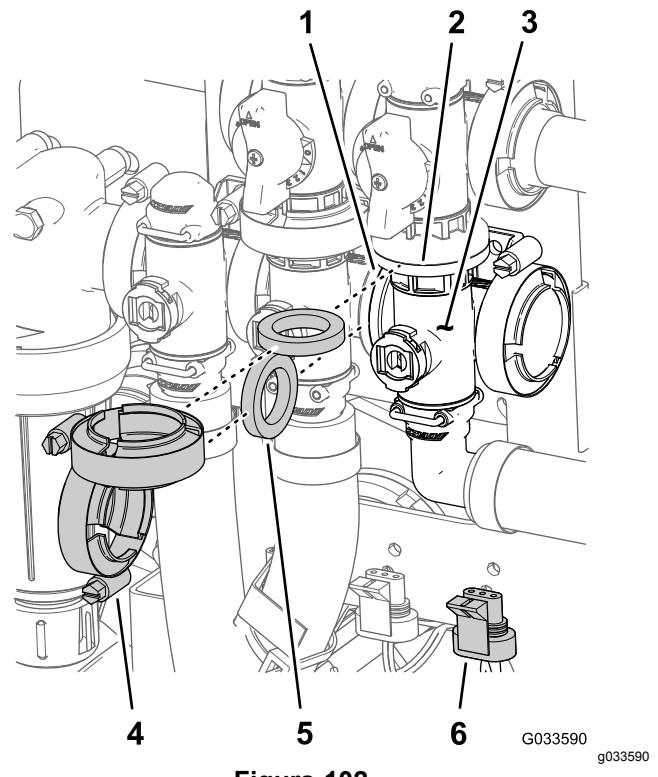

Figura 102
1. Rimuovete i morsetti flangiati e le guarnizioni che fissano il collettore della valvola principale delle barre (Figura 102) alla valvola di bypass principale della barra, alla valvola dell'agitatore e al gomito flangiato a 90° (all'estremità del flessibile del flussometro).